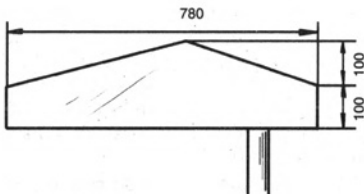

Рис. 73. Зонт (размеры указаны в миллиметрах)
7. Чтобы дождь не мешал готовить на гриле, накройте его зонтиком (рис. 73), который будет опираться на трубы, установленные в дальние углы гриля. Их не требуется закреплять (хотя скобы, вмонтированные в кладку распорными дюбе-